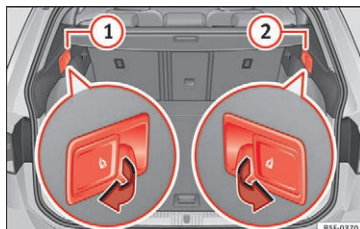

Fig. 152 I bagagerummet: udløserknapper til fjernbetjent udløsning af venstre (1) og højre (2) side af bagsæderyglænet
- Træk i udløserknappen til fjernbetjent udløsning af venstre » Fig. 152 (1) eller højre (2) side af ryglænet i pilens retning. Den udløste del af bagsæderyglænet klapper automatisk frem.